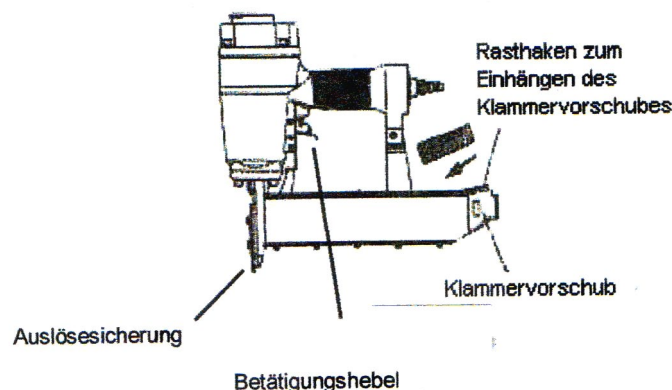

Bild 4
- a) Drücken Sie die Auslösesicherung leicht auf das Werkstück bis diese gedrückt ist. Betätigen Sie anschließend den Betätigungshebel, um den Schuss auszulösen (Bild 4).
- b) Betätigen Sie zuerst den Betätigungshebel und anschließend die Auslösesicherung, indem Sie diese auf die gewünschte Einschussposition drücken. Das Werkzeug wird einen Schuss auslösen, sobald Sie die Auslösesicherung erneut betätigen (Bild 4).